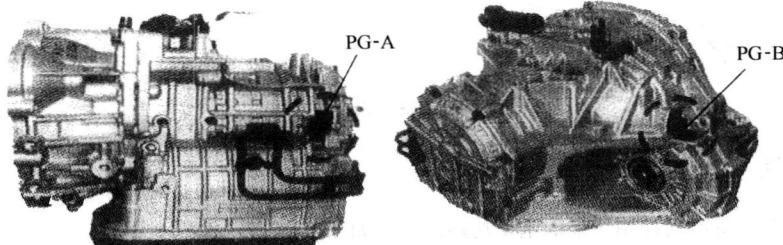

图 1-10 PG-A、PG-B 传感器
(3) 点火开关打开后 300ms 内，电磁阀进入自检阶段，自检时间持续 80ms。当确定电磁阀有故障时，档位迅速锁止在 3 档。
(4) SCSV 换档控制电磁阀短路后，变速器锁止在 3 档(机械锁止)。
(5) 与带有 O/D OFF 开关的 A4AF_x 相同，该款车的变速器拥有 3 档位置开关，当 PCM(TCM) 接收到 3 档信号时，变速器由 4 档降至 3 档。
(6) 新型变速器上安装有 PG-A、PG-B 传感器，如图 1-10 所示。